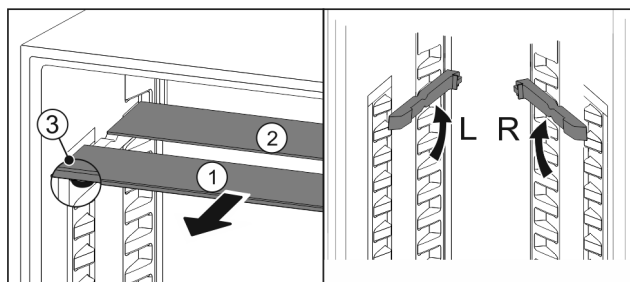

Fig. 87
- ▶ 将玻璃隔板逐个向前拉出 Fig. 87 (1)。
- ▶ 带装饰条的玻璃隔板 Fig. 87 (1)在前。
- ▶ 阻挡装置 Fig. 87 (3)指向下方。